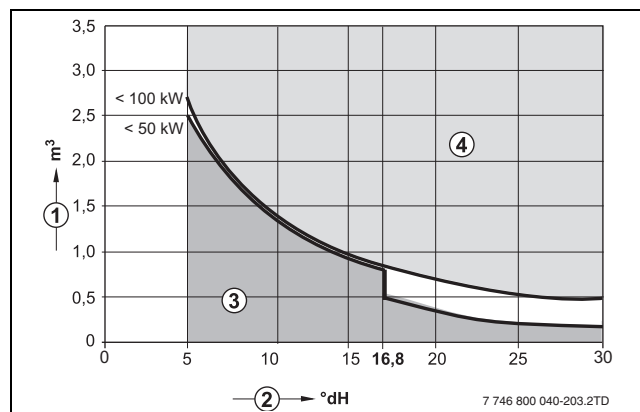

Fig. 1 Cerințe privind apa de umplere a cazanului pentru cazanul individual Logamax până la 100 kW
- ▶ Utilizați exclusiv apă de la robinet netratată (Respectați în acest sens diagrama din fig. 1). Nu este permisă apa freatică.